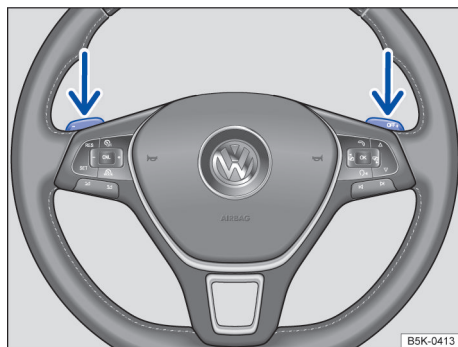

Fig. 116 Volante com seletor basculante para Tiptronic.
- Puxe o seletor direito → Fig. 116 até o volante para trocar para uma marcha mais longa.